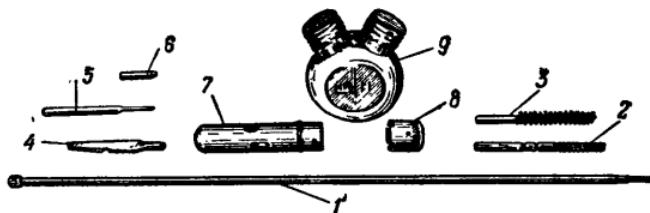

Рис. 40. Принадлежность:
**25. Принадлежность** (рис. 40) служит для разборки, сборки, чистки и смазки автомата. К принадлежности относятся: шомпол, протирка, ершик, отвертка, выколотка, шпилька, пенал и масленка.